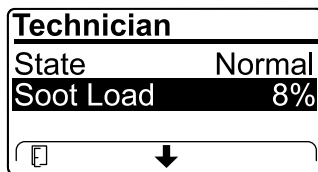

Figura 44
- Vea la carga de hollín que se mide como porcentaje de hollín en el DPF (Figura 44); consulte la tabla de carga de hollín.